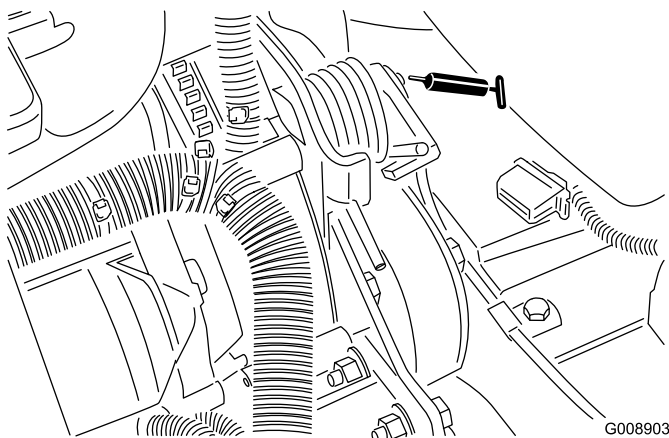

Рисунок 56
- Ось поворота механизма натяжения ремня (Рисунок 56)